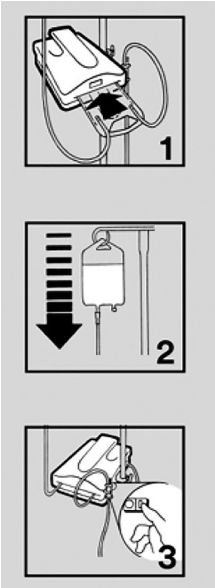

图 4
- 2. 将输液盒滑入加温器插槽内。盒子只能单向插入设备中 (参见图 4, #1)。
- 3. 冲灌加温套件。有关对套件进行冲灌的更多信息，请参阅加温套件随附的说明 (参见图 4, #2)。
- 4. 将电源线插入合适的插座。打开加温器 (参见图 4, #3)。字母数字显示屏将在几秒钟内亮起。加温至设定值温度 41°C 只需不到 2 分钟。